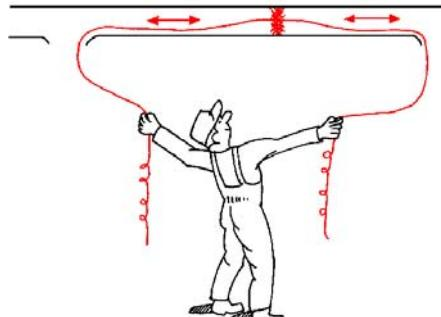

Fig. 10
6. Überprüfung des Luftkanalsystems (alle 5 Jahre) Fig. 10
6. Checking the duct system (every 5 years) Fig. 10